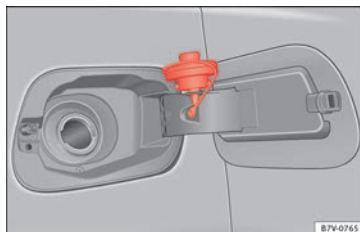

Fig. 159 Tapa del depósito abierta con el tapón enganchado en ella.
- Extraiga el tapón del depósito desenroscándolo hacia la izquierda e introdúzcalo en el orificio previsto en la bisagra de la tapa del depósito » **fig. 159**.